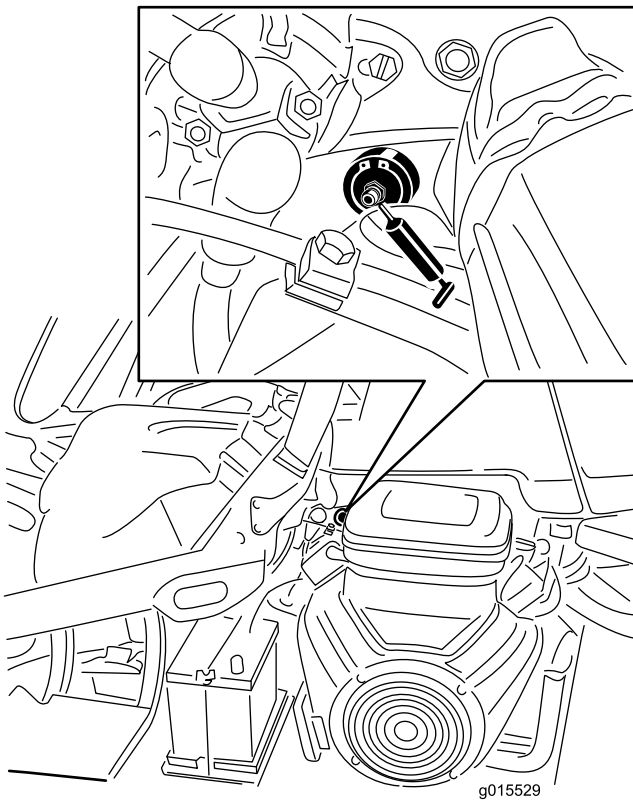

Figura 41
1. Pulite i raccordi di ingrassaggio in modo da evitare che corpi estranei possano entrare nel cuscinetto o nella boccola (Figura 41).